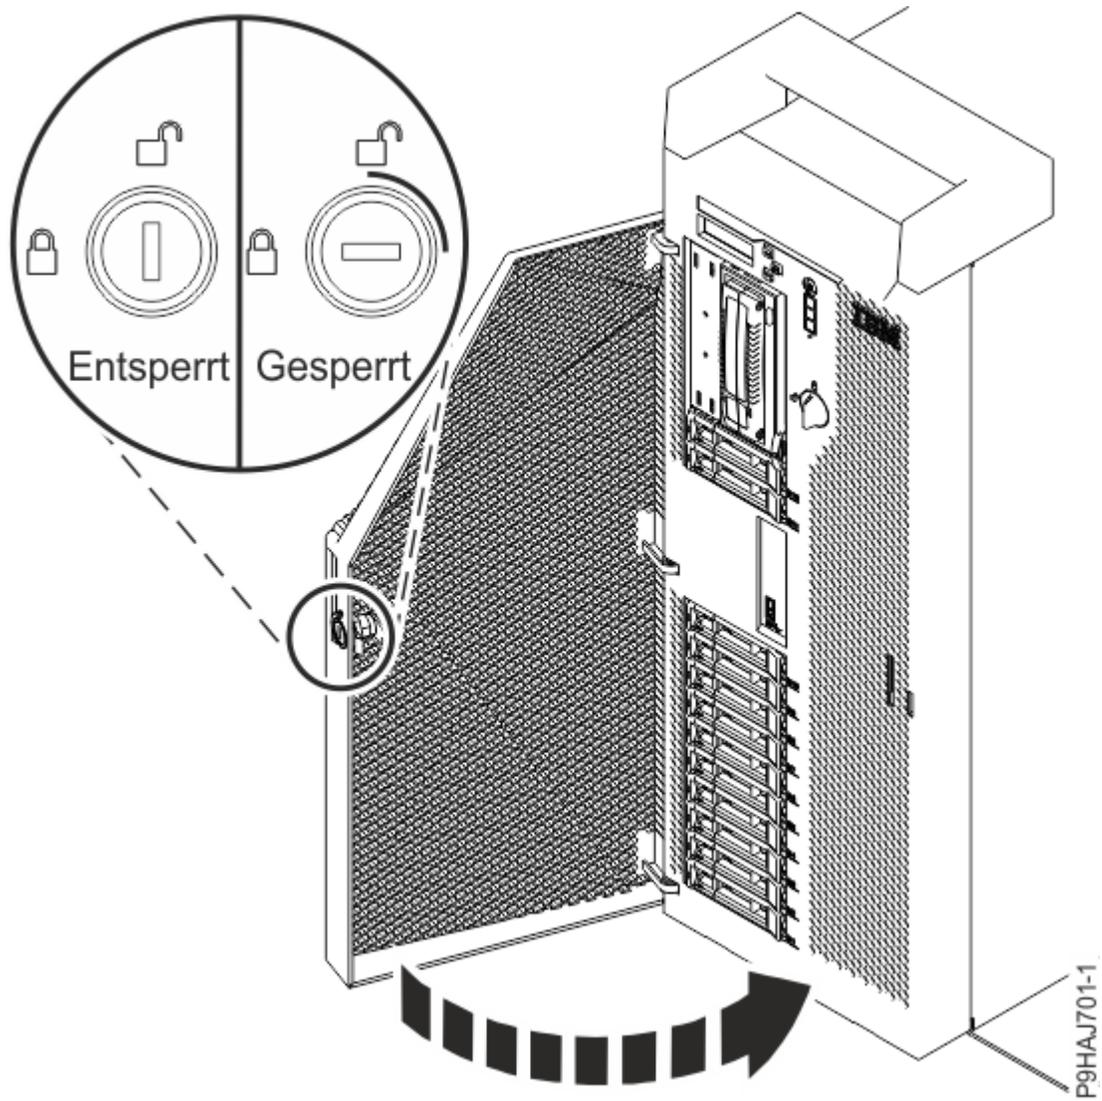

Abbildung 49. Vordere Klappe verriegeln
- e) Schließen Sie die vordere Klappe. Stecken Sie den Schlüssel der vorderen Klappe in das Schloss (siehe Abbildung 49 auf Seite 51). Drehen Sie den Schlüssel nach rechts (im Uhrzeigersinn), um die Klappe zu verriegeln. Horizontal bedeutet, dass die Klappe gesperrt ist; vertikal, dass sie entsperrt ist.